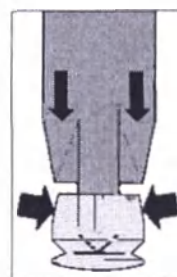
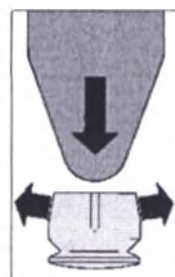

Рис.6
Рис.7
- 1) До интеграции внутренняя поверхность матрицы (арт. SKYGM225) обрабатывается вазелином, чтобы защитить ее от проникновения акрила. При объединении нескольких матриц необходимо обеспечить их параллельное выравнивание относительно друг друга после размещения на матрицах и фиксирования воском (рис. 5B). Эластичные распорки должны устанавливаться плотно к краю матрицы (рис. 6) для максимального удержания акрилового материала.
Слегка нажмите на соответствующий инструмент (активатор или дезактиватор), чтобы сжать четыре тонкие пластины вместе (рис. 6) или разгладить их (рис. 7); удалять матрицу из акрилового материала не допускается.